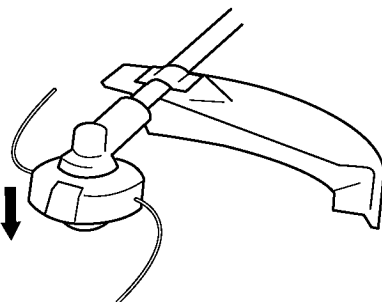

Fig. 16
- Réglez le moteur sur la vitesse la plus faible possible et tapotez la tête de coupe contre le sol. Le fil nylon avancera d'environ 1-3/16" (3 cm) pour chaque coup donné. (Fig. 16)